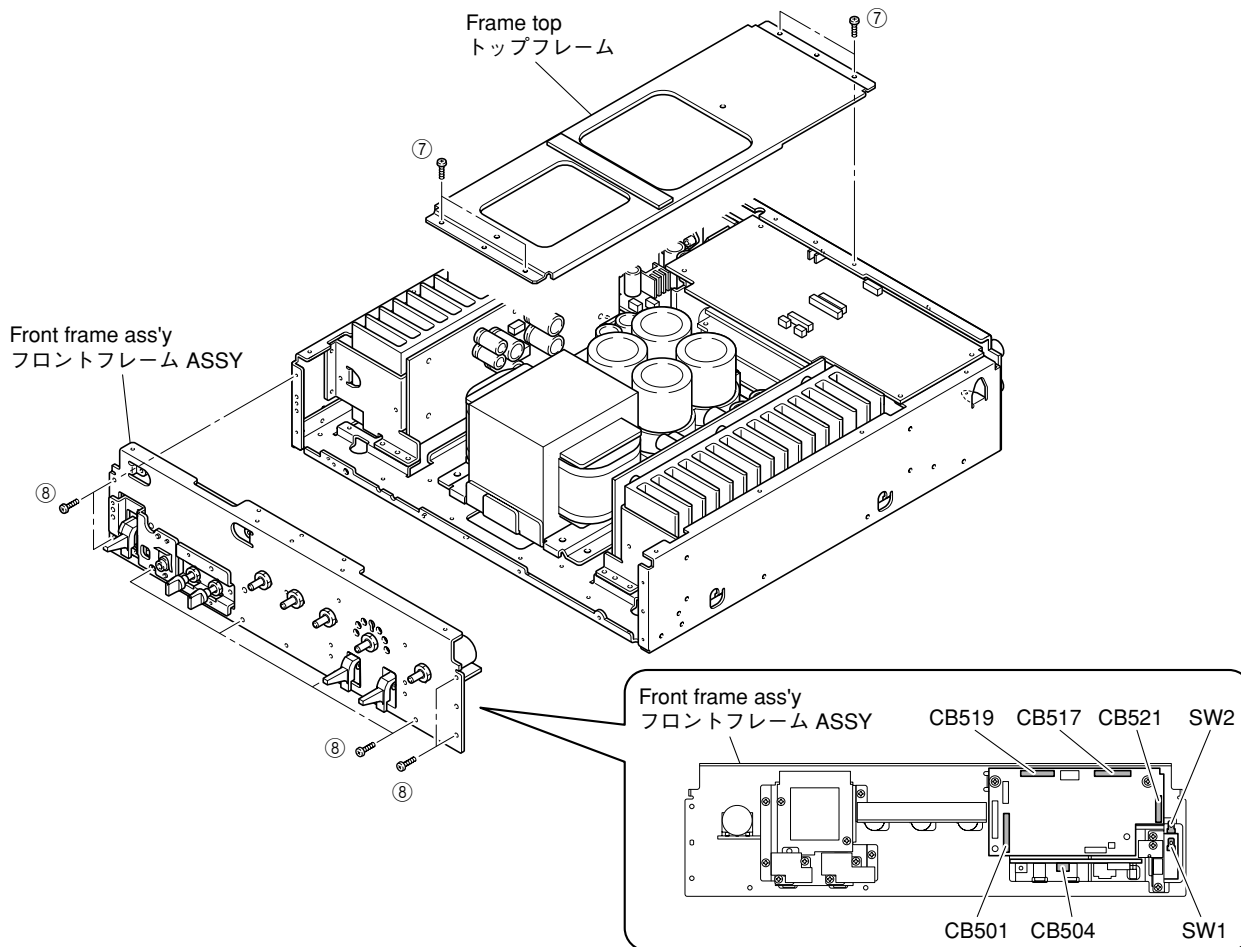

Fig. 3
- a. Remove 4 screws (⑦) to remove the frame top. (Fig. 3)
- b. Remove 8 screws (⑧). (Fig. 3)
- c. Remove CB501, CB504, CB517, CB519, CB521 and SW1-2. (Fig. 3)
- d. Remove the front frame ass'y. (Fig. 3)
- a. ⑦のネジ4本を外し、フレームトップを取り外します。(Fig. 3)
- b. ⑧のネジ8本を外します。(Fig. 3)
- c. CB501、CB504、CB517、CB519、CB521、SW1-2を外します。(Fig. 3)
- d. フロントフレームASSYを取り外します。(Fig. 3)